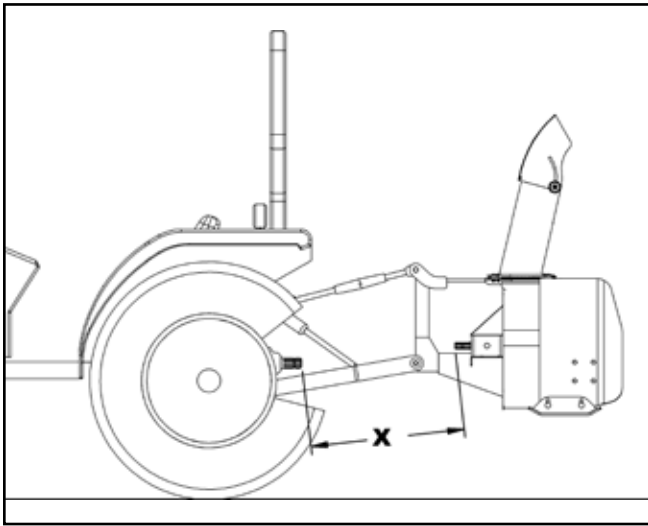

Figure 5. Trouver la distance « X »
Figures 5 et 6
3. Tenez les deux demi-arbres côte à côte et repérez la longueur « L » entre les deux joints universels des demi-arbres, centre à centre. Marquez la zone à découper sur les deux moitiés opposées à chaque protection de demi-arbre comme indiqué dans la figure 5.